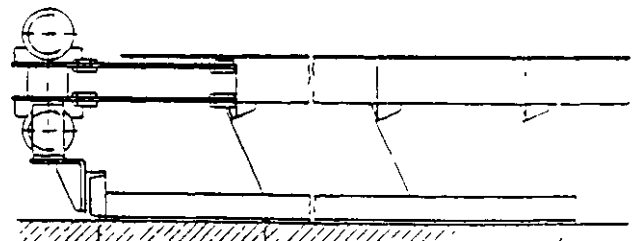

Bild 2 Lenkgeführte Förderrinne mit Aufspannung am Fundament
Die Stützkonstruktion muß für das Gewicht des Schwinggerätes einschl. Antrieb und Schüttgutfüllung, sowie den Druck der Schüttgutsäule im Bunker bemessen und außerdem schwingungssteif sein. Die Wechselkräfte, welche über die elastischen Abstützelemente übertragen werden, sind zwar gering, sie können jedoch unzulässig große Resonanzschwingungsausschläge verursachen, wenn Teile der Stützkonstruktion nicht genügend schwingungssteif sind. Bei Schwinggeräten, die an Schraubenfedern aufgehängt werden, (Aufhängeart C) ist die untere Öse der Schraubenfeder mit der Halterung (1) fest zu verschrauben. Die Federachse muß in Richtung des Zugseils oder des Aufhängegestänges weisen, damit die Feder nicht auf Biegung beansprucht wird. Die Zugrichtung ist um 10-15° nach den Seiten zu neigen, um ein seitliches Pendeln des Gerätes zu verhindern. Für den Fall eines Federbruches sind Auffangvorrichtungen vorzusehen. Bild 2 zeigt das Befestigen einer lenkgeführten Förderrinne mit dem Fundament. Der Leitrahmen der Förderrinne bzw. der Förderstrecke ist verwindungs- und spannungsfrei mit dem Fundament zu verschrauben. Die erforderlichen Fundamentgewichte sind dem jeweils beigefügten Maßblatt zu entnehmen.